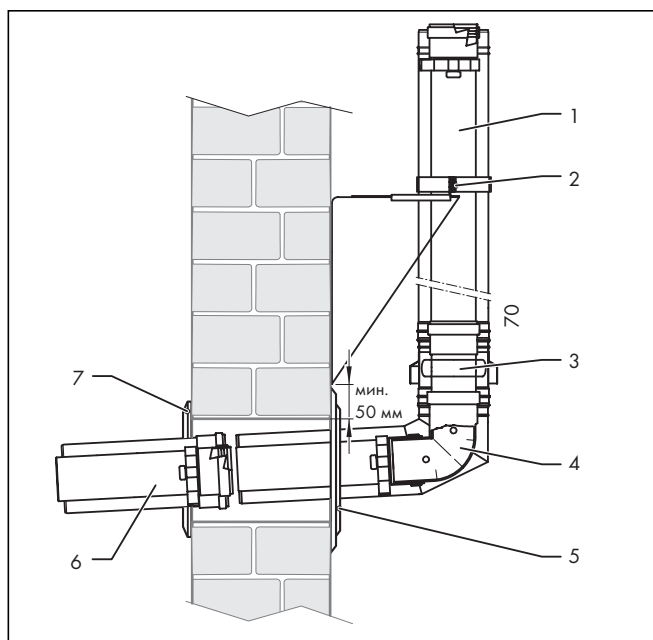

Рис. 4.71 Монтаж подключения для прокладки по наружной стене
- При монтаже используйте рис. 4.71 – 4.73.
- Подвесьте по одному хомуту воздуховода (8) на удлинение внешней стены (1) и воздухозаборник (3).
- Вставьте воздухозаборник (3) в колено стенового ввода (4) до упора, так же как и удлинение внешней стены (1) с воздухозаборником (3).
- Установите хомут воздуховода (8) над обеими зиговками (9, 11) и затяните натяжное устройство (10).
- Установите колено стенового ввода (4) с воздухозаборником и удлинением стенового ввода.
- Наденьте стяжной хомут стеновой консоли (2) на удлинитель для наружной стены и прочно затяните оба зажимных винта.
- При необходимости укоротите длину белого удлинителя (6) по размеру.
- Насадите белый удлинитель (6) изнутри на колено стенового ввода (4).
- Привинтите внутреннюю манжету (7) изнутри.
- Привинтите внешнюю манжету (5) снаружи.